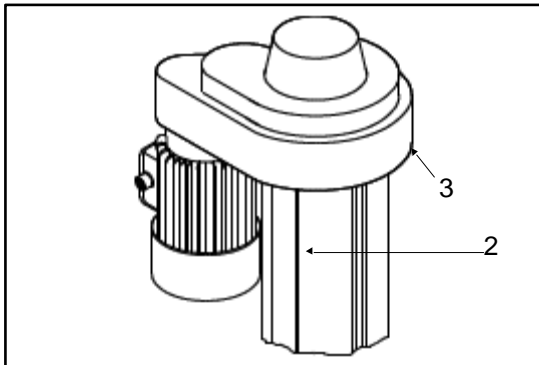

Fig. 17
- för att förhindra en alltför hög rörelse, finns en elektrisk gränslägesbrytare (2) och en stoppande stålplatta (3) vid pelarens övre del (Fig. 17).